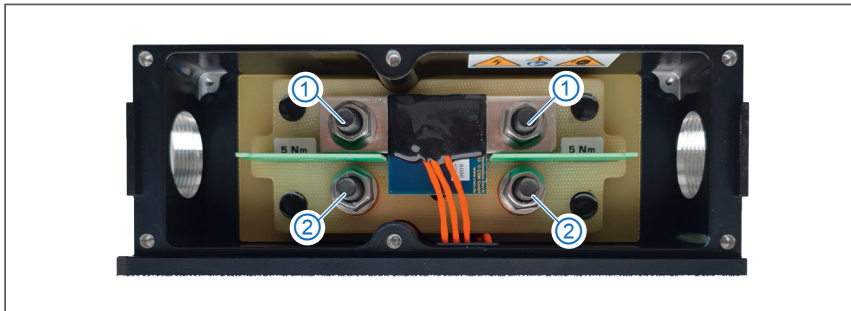
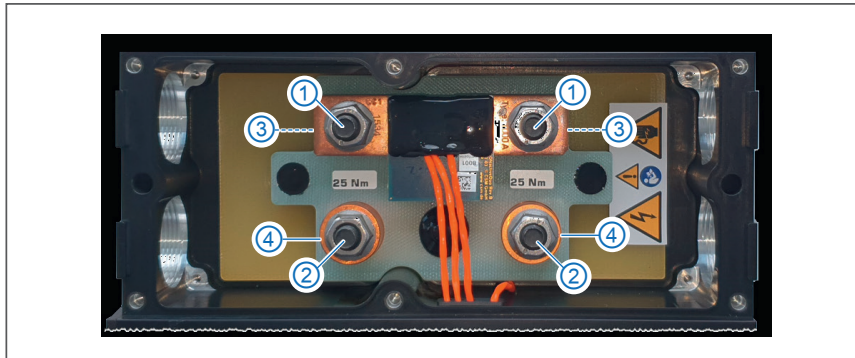

Abb. 5-4: HV BM 1.1, Anschlüsse für HV-Leitungen
Abb. 5-6: HV BM 1.2, Anschlüsse für HV-Leitungen
Für die Montage der Ringkabelschuhe der Leitungen HV- auf den Gewindebolzen der Shunt-Module gelten in Abhängigkeit von dem anzuschließenden Shunt-Modul die in Tab. 5-1 angegebenen Anzugsdrehmomente. Das Anzugsdrehmoment für die Montage der Ringkabelschuhe der Leitungen HV+ auf den Gewindebolzen der Kupfer-Dome (Abb. 5-4, ②/Abb. 5-6, ②) beträgt stets 25 Nm.